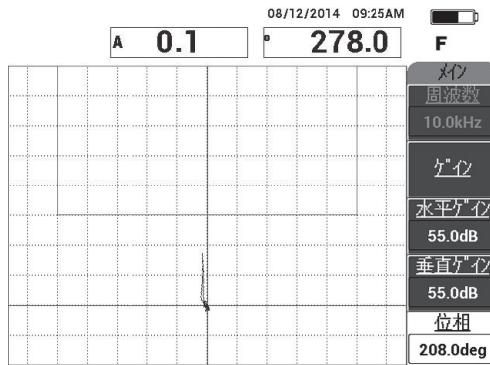

図 6-25 上向きに調整された信号位相
4. **位相** (E キー) を押して、信号ポイントがアラームボックスに向かって上向きになるように調整します (150 ページの図 6-25 参照)。